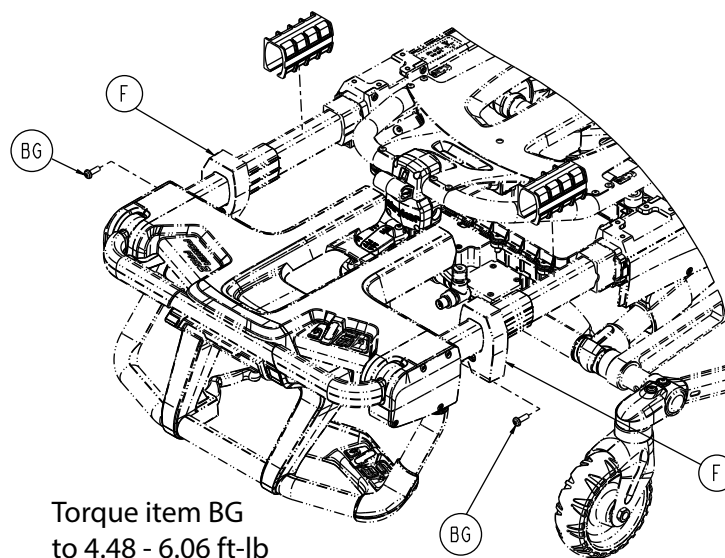

Figure 115 –
9. À l'aide d'une clé Torx T30, retirer la vis à métaux à tête cylindrique (BG) qui fixe le capuchon d'extrémité du rail externe (F) au rail externe (Figure 115). Répéter pour l'autre côté. Conserver les vis.